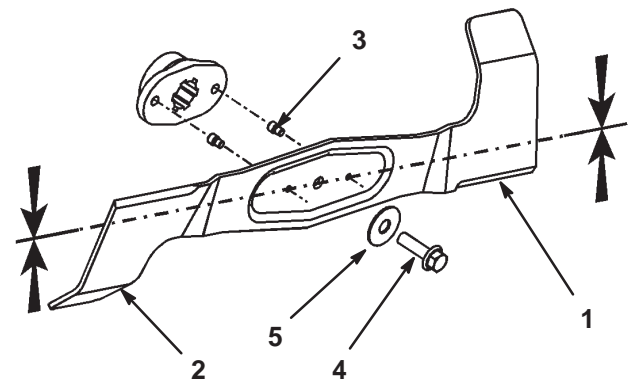

Figure 38
2. Inspectez les tranchants des lames (Fig. 38). Si elles ne sont pas tranchantes ou si elles présentent des indentations, déposez et aiguisez les lames, comme expliqué à la rubrique Aiguisage des lames, page 33.
3. Inspectez les lames, surtout les bords recourbés (Fig. 38). Si vous remarquez que la lame est usée ou endommagée à ces endroits, remplacez-la immédiatement.
4. Si les goupilles de cisaillement sont cassées, remplacez-les immédiatement (Fig. 38).
3. Enlevez le boulon, la rondelle et la lame (Fig. 38). Pour enlever le boulon, bloquez éventuellement la lame en introduisant une cale en bois entre la lame et le carter de tondeuse.
1. Installez la lame, la rondelle et le boulon de fixation (Fig. 38).